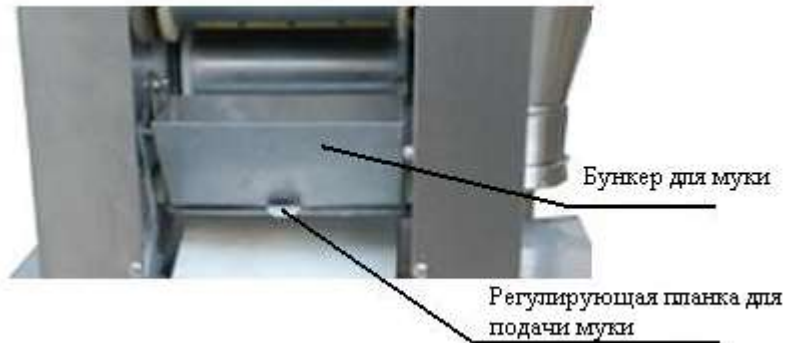

Рис. 7
фарша, отрегулируйте скорость подачи фарша до минимума. Наблюдайте за расходом фарша и его распределению по тесто трубке. При помощи регулировки добейтесь плавного и равномерного распространения и наполнения тесто-трубки фаршем. (а) Заполнить бункер подсыпки сухой муки (рис. 7) нажать кнопку запуска подачи муки. Запустите систему подачи теста. Следите за толщиной выходящего теста.
- (а) После того, когда пельмени без фарша соответствуют требованиям пользователя, включить выключатель подачи фарша, поворачивать кнопку для регулировки скорости подачи фарша (см. Рис.7), чтобы достигло до требующего пользователем объема фарша. 17